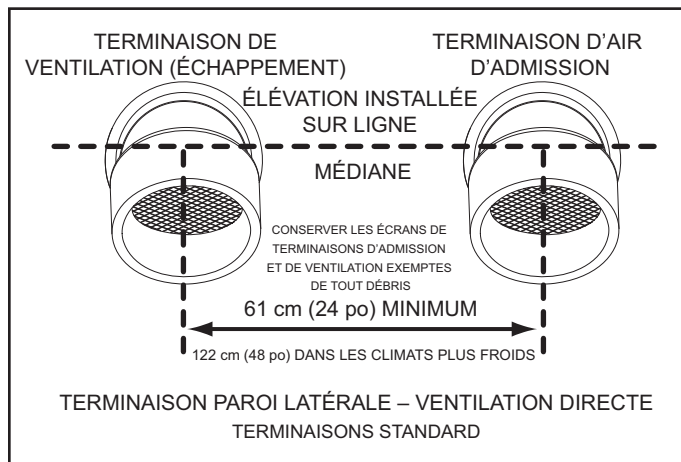

Figure 22
- Pour installer une terminaison d'entrée d'air et une de ventilation dans une configuration de ventilation directe à travers une paroi latérale, il doit y avoir une séparation minimum de 61 cm (24 po), mesurée sur la ligne médiane verticale, entre les terminaisons d'entrée d'air et de ventilation, voir la Figure 22.
- Pour installer les terminaisons d'entrée d'air et de ventilation dans une configuration de ventilation directe à travers une paroi latérale, les terminaisons d'entrée d'air et de ventilation doivent être installées à la même élévation mesurée sur la ligne médiane horizontale - voir la Figure 22.
Toutefois, la distance entre les terminaisons de ventilation et d'entrée d'air les plus proches doit être d'un minimum de 61 cm (24 po). Dans les climats plus froids, cette séparation doit être augmentée d'au moins 122 cm (48 po). Voir Figure 22.